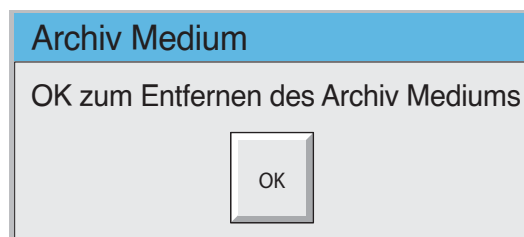

Abbildung 2.4.1b Meldung „OK zum Entfernen des Archiv Mediums“
3. Die Archivierung wird angehalten und der interne Magnet löst den Riegel, sodass die Klappe geöffnet werden kann. Die Popup-Meldung „OK zum Entfernen des Archiv Mediums“ erscheint (siehe Abbildung 2.4.1b).
- b) Wenn die Schaltfläche „Abbrechen“ nicht betätigt wird (d. h. die Warnmeldung bleibt auf dem Bildschirm), wird die Archivierung nach Abschluss automatisch beendet und die Klappe für fünf Sekunden wieder entriegelt, sodass das Speichermedium entfernt werden kann. Nun erscheint die Meldung „OK zum Entfernen des Archiv Mediums“ (Abbildung 2.4.1b) auf dem Bildschirm. Bei einer angeforderten Archivierung wird sie allerdings durch die Meldung „Angeforderte Archivierung beendet“ überdeckt.